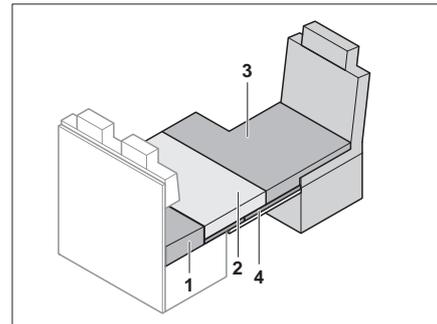

Bild 155 Nach dem Umbau
- Zusatzpolster (Bild 155,3) auf den Fahrersitz legen.
- Sitzpolster (Bild 155,2) auf die Notbettunterlage legen.